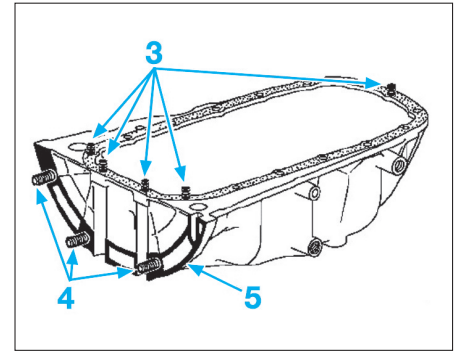

Fig. 19
• Positionner le joint sur le carter inférieur d'huile à l'aide de cinq vis (3) (Fig.19).